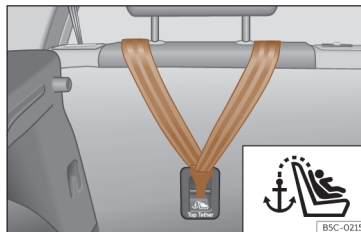
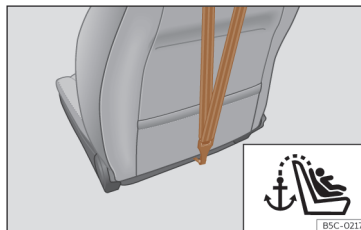

Fig. 39 Parte posterior dos bancos traseiros: fixação para o cinto Top Tether.
Fig. 40 Parte posterior do encosto do banco do passageiro: fixação para o cinto Top Tether (não está disponível em todos os mercados/versões).
As cadeiras infantis com sistema Top Tether incluem uma correia adicional para fixação a um ponto de fixação no veículo. Este ponto de fixação encontra-se na parte traseira do encosto do banco traseiro e do passageiro¹⁾ (identificado com o símbolo ) e proporciona maior retenção >>> Fig. 39, >>> Fig. 40.
- Deslize a correia e fixe-a corretamente na fixação da parte posterior do encosto >>> **Fig. 39**, >>> **Fig. 40**.